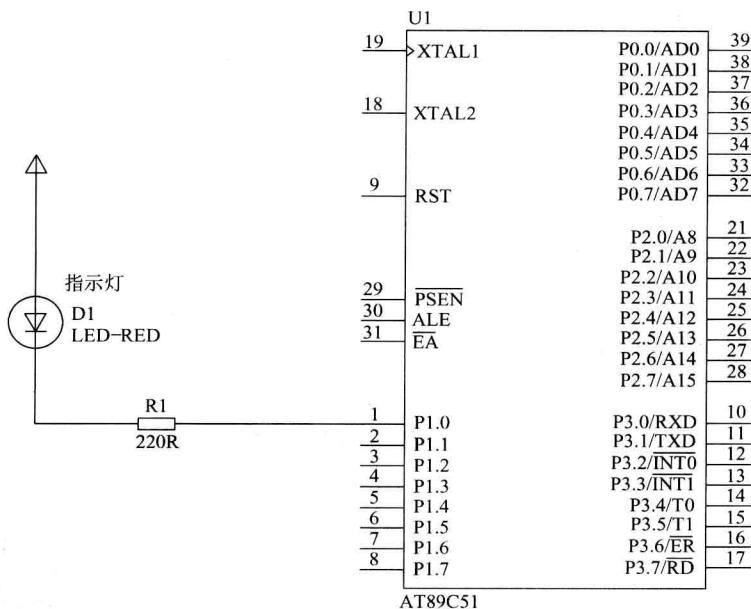
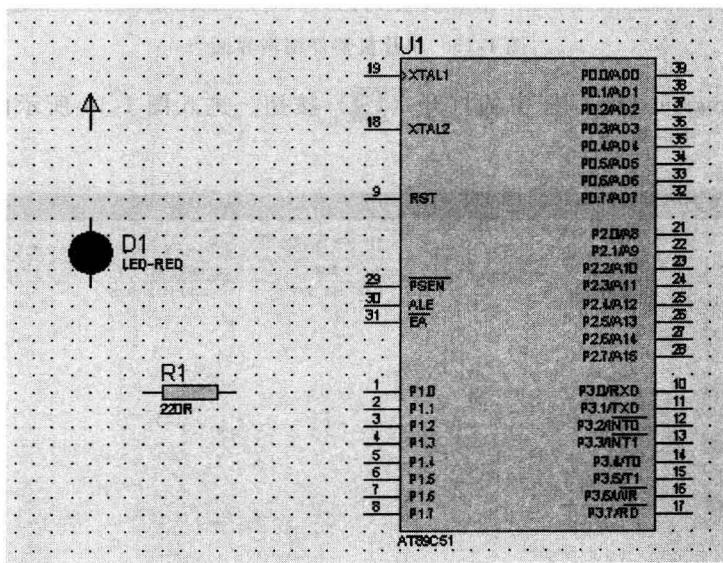

图 1-7 简单的仿真电路图
图 1-11 元器件编辑窗口
在 PROTUES 下设计图 1-7 所示的简单仿真电路图。
4) 按图 1-7 所示电路图连线。单击工具栏中的 按钮，这时设计处于连接线状态，选中“对象选择器”窗口中的元器件，在编辑窗口中单击一下，将元器件放入图形编辑窗口，并调整好各元器件的位置，如图 1-11 所示。选中元器件，然后用工具栏中的 或 按钮可调整元器件的方向。元器件位置调整好后，在元器件的一个引脚上单击，这时出现一个小方框，单击并拖住不放，移到另一个元器件的一个引脚上，当出现一个小方框时，单击鼠标即可将两个元器件连接起来。